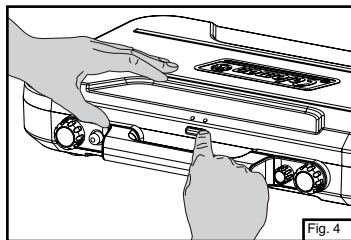

Fig. 4
■ Ouvrez le couvercle : poussez la patte de dégagement du loquet, au-dessus de la poignée. (Fig. 4)